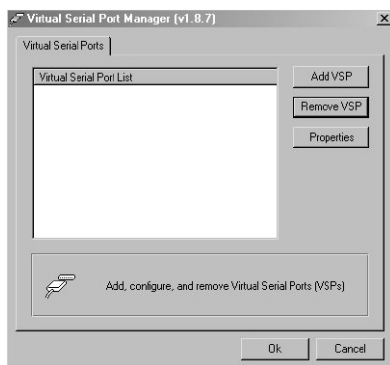

Рис. 10. Окно программы Virtual Serial Port Manager
1. Запустите программу «Virtual Serial Port Manager» (менеджер виртуального последовательного порта). Откроется окно настройки программы (рис. 10).